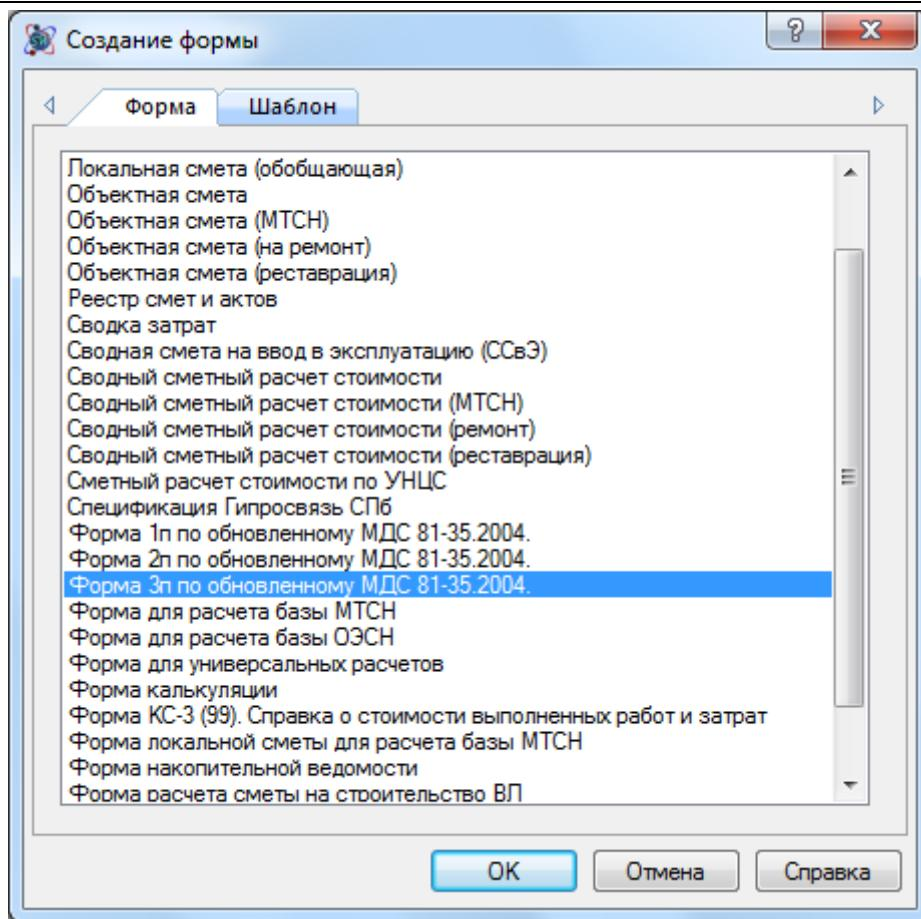

Рис. 8.12 Создание Формы Зп
3. В диалоговом окне *Создание формы* выбрать Форма Зп (рис. 8.12) и нажать кнопку **OK**.